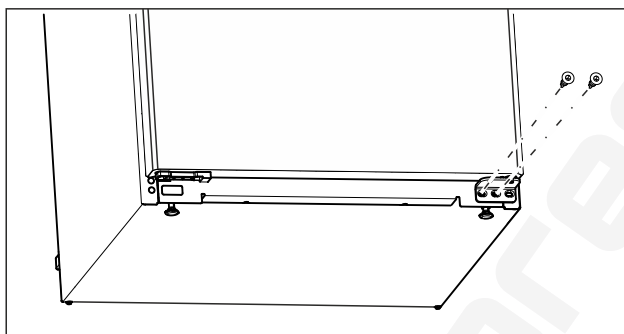

Fig. 11
- ▶ Csavarja ki az alsó csapágybakon a középső csavart Torx 20 csavarhúzóval. (lásd Fig. 11)
- ▶ Csavarja ki az alsó csapágybakon a belső csavart Torx 20 csavarhúzóval. (lásd Fig. 11)